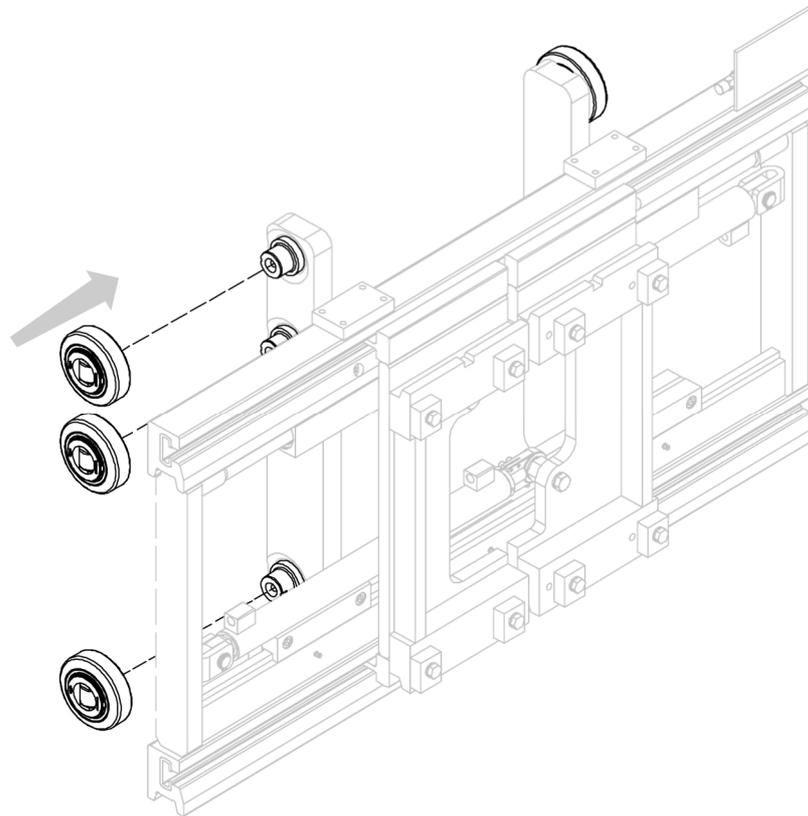

Abbildung 8
10. Verbinden Sie die Rollen / Lager (nicht immer im Lieferumfang enthalten) mit den Bolzen an den Schultern des Geräts (siehe *Abbildung 8*) In dieser und den folgenden Abbildungen sind Lager, Schultern und Masten lediglich zur Veranschaulichung dargestellt und dienen dazu, die korrekte Montage des Geräts zu zeigen, da diese je nach Gerät variieren können.